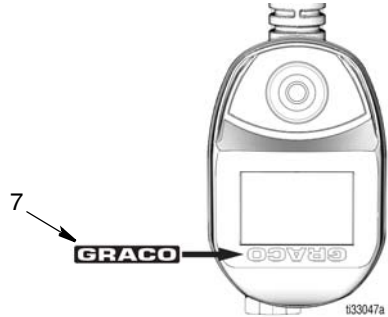

图 4
4. 将 Graco 识别标签（7）按照图 4 所示的方向贴到现有的 GRACO 识别标签上。